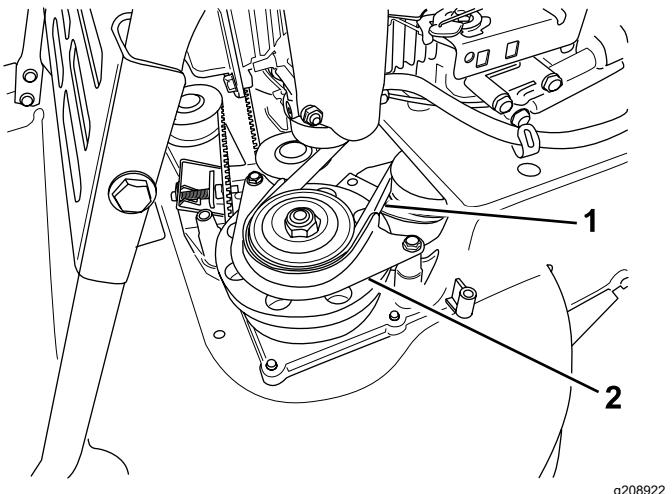

Figura 42
- Retire el protector de la correa del EFC (Figura 42).